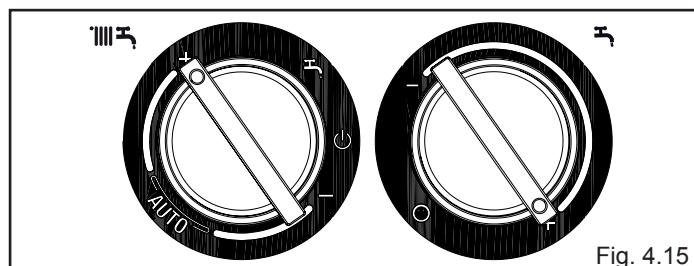

Fig. 4.15
- portare il selettore temperatura acqua riscaldamento al valore massimo, selettore in corrispondenza del + (fig. 4.15)